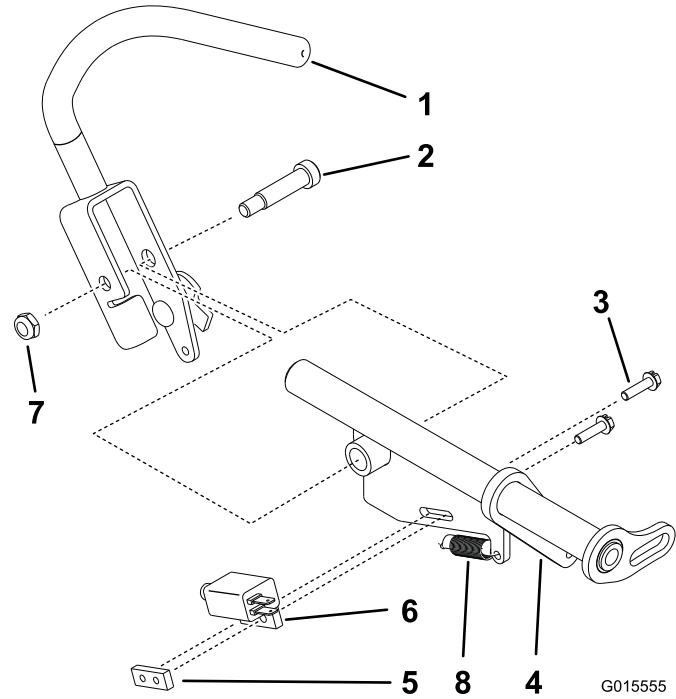

Bild 7
5. Schließen Sie die Feder von der rechten Fahrantriebshalterung ab (Bild 7).
6. Entfernen Sie den Schalter aus der rechten Fahrantriebshalterung ab (Bild 7).
7. Nehmen Sie die Ansatzschraube und den rechten Fahrantriebshebel von der rechten Fahrantriebshalterung ab (Bild 7).
1. Befestigen Sie den rechten Fahrantriebshebel mit der vorhandenen Ansatzschraube und Sicherungsmutter an der neuen Fahrantriebshalterung (Bild 7).
2. Befestigen Sie den vorhandenen Sitzkontaktschalter mit den vorhandenen Schrauben und der Schaltermutter an der neuen Fahrantriebshalterung (Bild 7).
3. Schließen Sie die vorhandene Feder an der rechten Fahrantriebshalterung und dem vorhandenen rechten Fahrantriebshebel an (Bild 7).